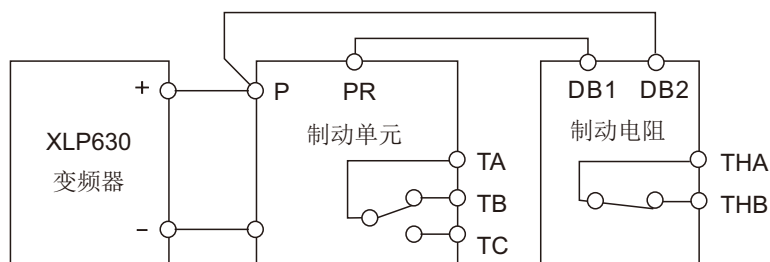

图1 附录1-1制动组件接线示意图
- a) XLP630型操作面板标配单排数码管显示（见图1）；